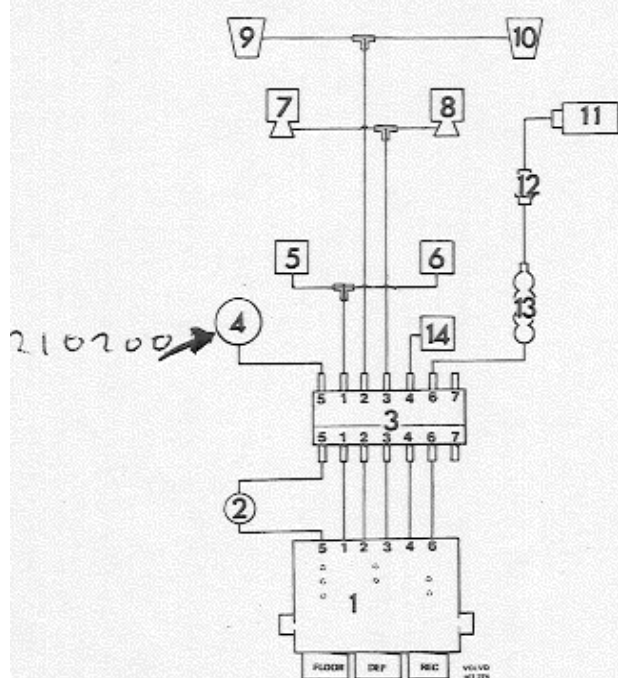

Abb. 8-31 Schaltplan für die Unterdruck-Steueranlage
4. Unterdruck-Steuerbalg von Klappenwelle zur Halter entsplinten bzw. entschichern (Abb. 8-31) und einschl. Unterdruckschlauch hervorziehen.